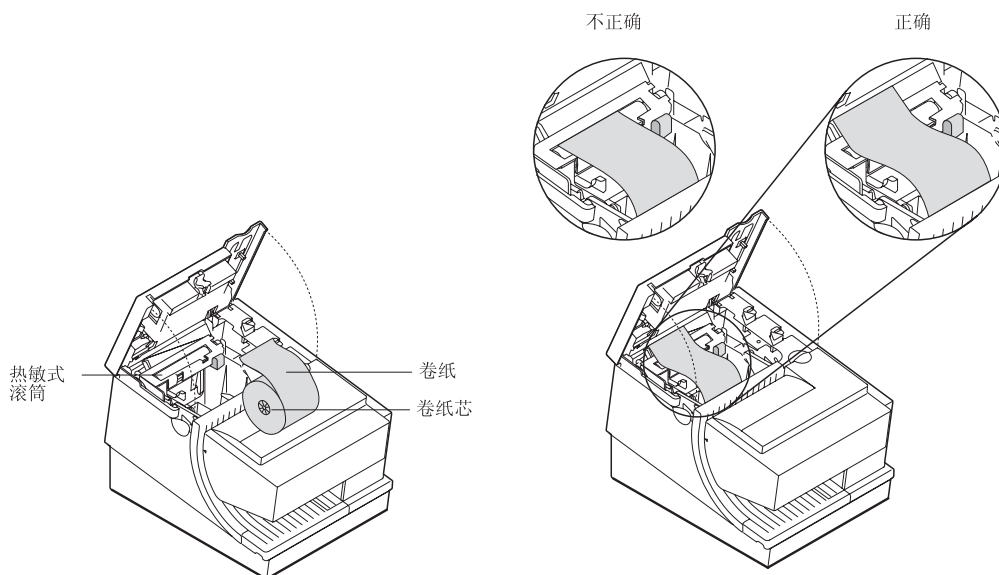

图 24. 打印纸装入路径 (型号 T15 和 TG5)
3. 请参阅第 50 页的图 24，并如图所示，将纸卷装进打印机卷纸桶中。打印纸前导边应从打印机正面切入，并如图所示穿过纸卷筒的顶部。如果从卷纸轴底部进纸，打印纸上将打印不出任何内容。
4. 将打印纸的前导边放在金属导轨上。请参阅图 24。